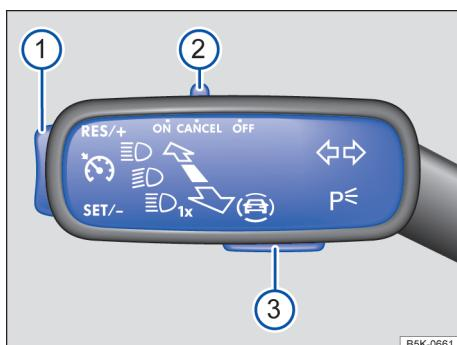

Fig. 113 À esquerda na coluna de direção: interruptores e botões do GRA.
— Empurrar o interruptor → Fig. 113 2 para a posição ON.
- Durante a condução, pressionar o botão → Fig. 113 1 na área **SET/-**.
A velocidade salva pode ser ajustada através do botão → Fig. 113 1 enquanto o GRA regula:
Para alterar continuamente a velocidade salva, manter o botão → Fig. 113 1 pressionado. O veículo adapta a velocidade atual acelerando ou reduzindo a velocidade. O veículo não freia ativamente.
- Empurrar o interruptor → Fig. 113 2 para a posição **CANCEL** ou pisar no pedal do freio.
- Pressionar o botão → Fig. 113 1 na área **RES/+**.
- Empurrar o interruptor → Fig. 113 2 para a posição **OFF**.
- Pressionar o botão → Fig. 113 3.